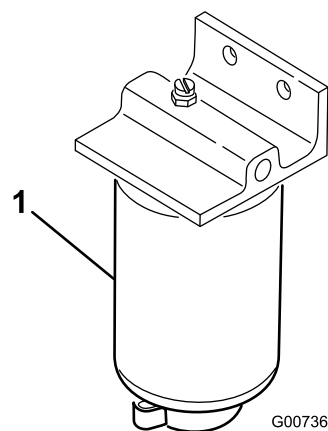

Figure 31
1. Placez un bac de vidange propre sous le filtre à carburant (Figure 31).